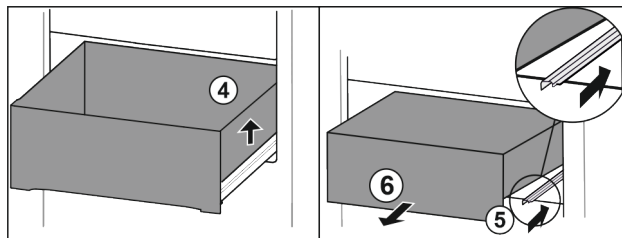

Fig. 15
- ▶ Schubfach rechts anheben Fig. 15 (4).
- ▶ Rechte Schiene einschieben Fig. 15 (5).
- ▶ Schubfach nach vorne entnehmen Fig. 15 (6).